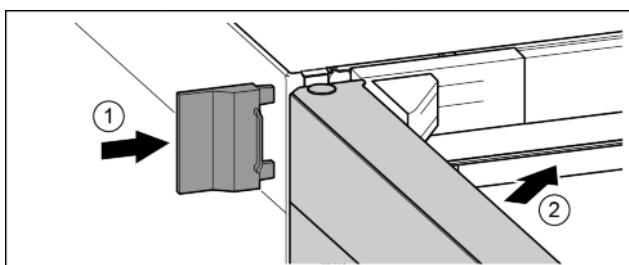

Fig. 18
- Насуньте зовнішню кришку. Fig. 18 (1)
- Закрійте верхні дверцята. Fig. 18 (2)